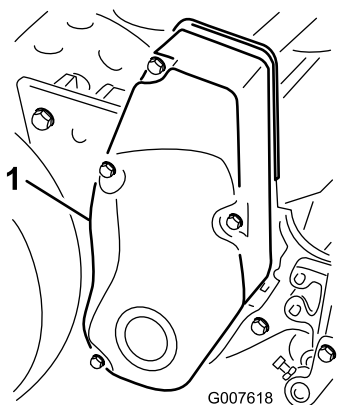

Рисунок 36
1. Снимите детали крепления крышки ремня и саму крышку, чтобы открыть доступ к ремню (Рисунок 36).